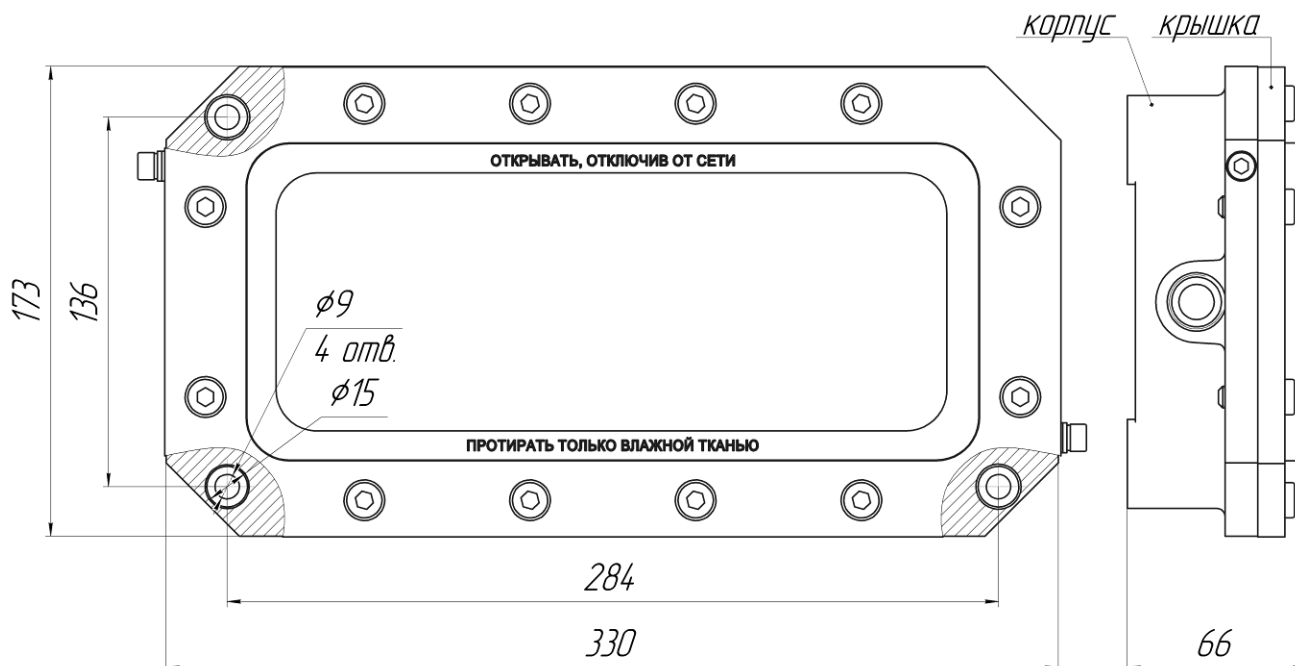

Рис. 1 – Оповещатель пожарный взрывозащищенный световой
- закрепить корпус оповещателя на определенное проектом место. Для крепления, в корпусе оповещателя, предусмотрены 4 отверстия диаметром 9 мм. (см рис. 1 и 2);